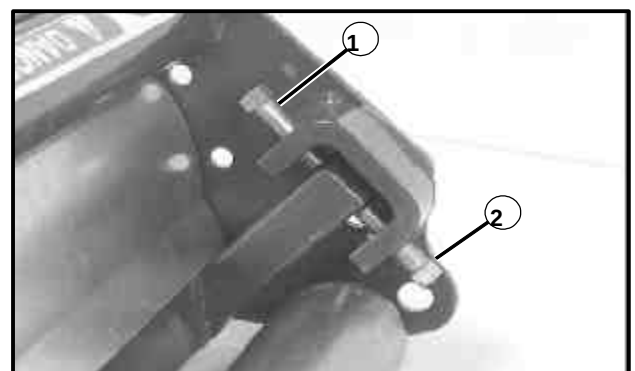

Abbildung 16
1. Die **unteren** Einstellschrauben lockern, indem sie etwa eine Viertelumdrehung entgegen dem Uhrzeigersinn gedreht werden (siehe Abb. 16).